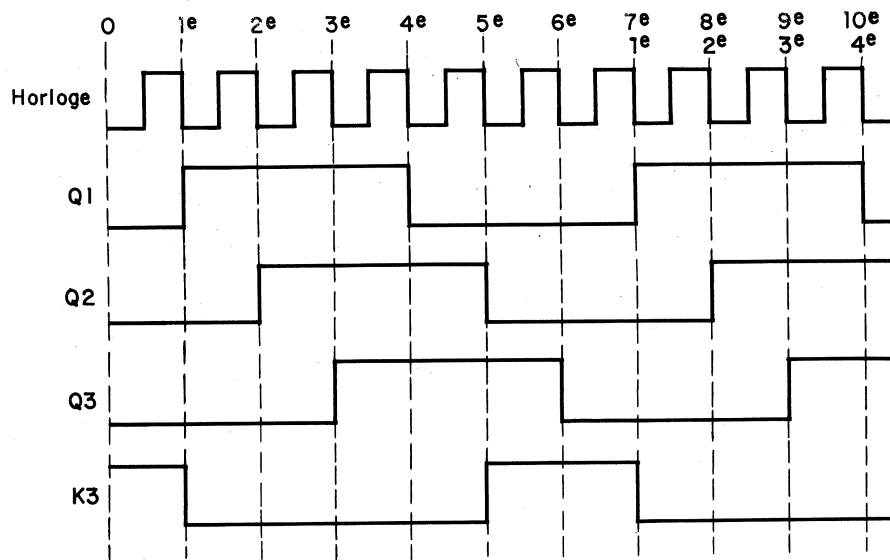

Fig. 3-13
- Fonctionnement en modulo 6 ($PE + 1$) voir diagramme Fig. 3-13